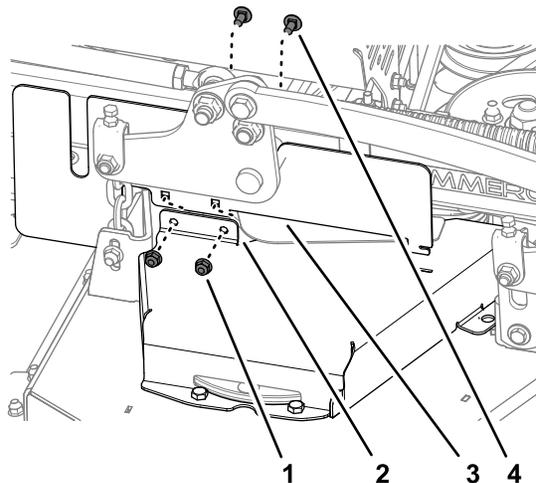

Рисунок 41
2. Прикрепите правый боковой кожух CE к правой крышке ремня (Рисунок 41) при помощи 2 каретных болтов и 2 контргаек, снятых при выполнении действий, описанных в разделе Снятие левой крышки ремня (страница 30).